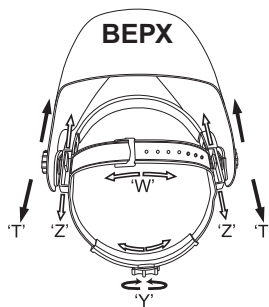

Рис.1
- Ослабьте зажимы по обе стороны от шлема и передвиньте его ближе или далее от лица ("Z" на рис. 1). Важно, чтобы глаза были на одинаковом расстоянии от стекла, иначе затемнение может казаться разным. Закрепите зажимы после оегулировки.
- Отрегулируйте наклон маски (рис. 1).
- Объем охвата головы можно регулировать с помощью регулятора на затылке("Y" на рис. 1), Это позволяет закрепить маску на голове и предотвратить ее падение во время работы.
- Если оголовье сидит на голове слишком высоко или слишком низко, отрегулируйте ремень, который проходит через макушку. Для этого ослабьте конец ремня, выдавив стопорный штифт из отверстия в ремне. Переместите две части ремня на большую или меньшую ширину, в зависимости от того, что требуется, и вставьте стопорный штифт в ближайшее отверстие (см. «W» на рис. 1).